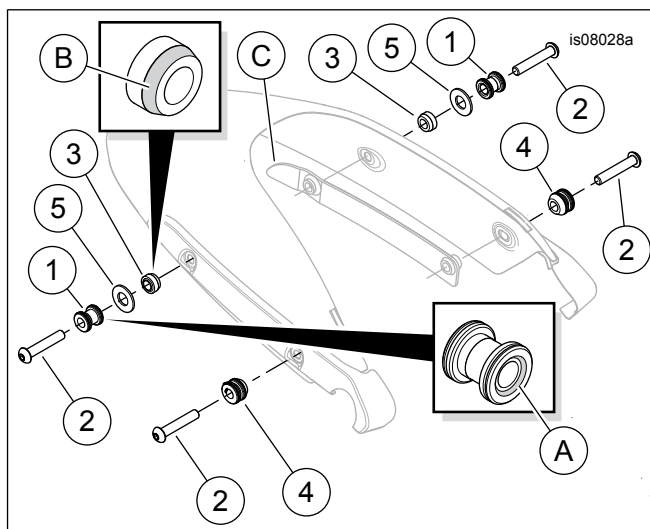

Abbildung 3. Ersatzteile, Befestigungsstellen-Ausrüstung
Siehe Abbildung 3 und Tabelle 1.
1. Siehe Abbildung 3. Die **hintere** Schraube der Schutzblechstütze entfernen und entsorgen.
2. Eine breite Befestigungsstelle (1), eine Schraube (2) und ein Befestigungsdistanzstück (3) aus dem Satz nehmen.
3. Die Befestigungsstelle mit dem angesenkten Ende (A) zuletzt (wie gezeigt) auf das Schraubengewinde aufdrehen. Das Befestigungsdistanzstück mit dem verjüngten Ende (B) zuletzt auf das Gewinde aufdrehen.
4. Die Schraube durch die Schutzblechstütze und das Schutzblech in den vorderen Schutzblechabstandhalter (C) eindrehen. Von Hand anziehen.
6. Eine schmale Befestigungsstelle (4) und Schraube (2) aus dem Satz nehmen.
9. Die Schraube durch die Schutzblechstütze und das Schutzblech in den vorderen Schutzblechabstandhalter (C) eindrehen. Auf ein Drehmoment von 54,2 N·m (40 ft-lbs) anziehen.
- b. Siehe Abbildung 3. Die zusammengebaute Schraube (2), die breite Befestigungsstelle (1) und das Befestigungsdistanzstück (3) auf beiden Seiten von der hinteren Befestigungsstellenposition entfernen.
- d. Die Befestigungsstellen jeweils um etwa 180 Grad drehen. Die Befestigungsstellen mit dem angesenkten Ende (A) **zuerst** auf das Schraubengewinde aufdrehen.
- e. Zwei Distanzunterlegscheiben (5) aus dem Satz bereitlegen. Eine Distanzunterlegscheibe auf das Gewinde jeder Schraube stecken.
- f. Die Befestigungsdistanzstücke mit dem verjüngten Ende (B) zuletzt auf das Gewinde aufdrehen.
- h. Die Schrauben durch die Schutzblechstützen und das Schutzblech in die vorderen Schutzblechabstandhalter (C) eindrehen. Die Schrauben auf ein Drehmoment von 54,2 N·m (40 ft·lbs) anziehen.